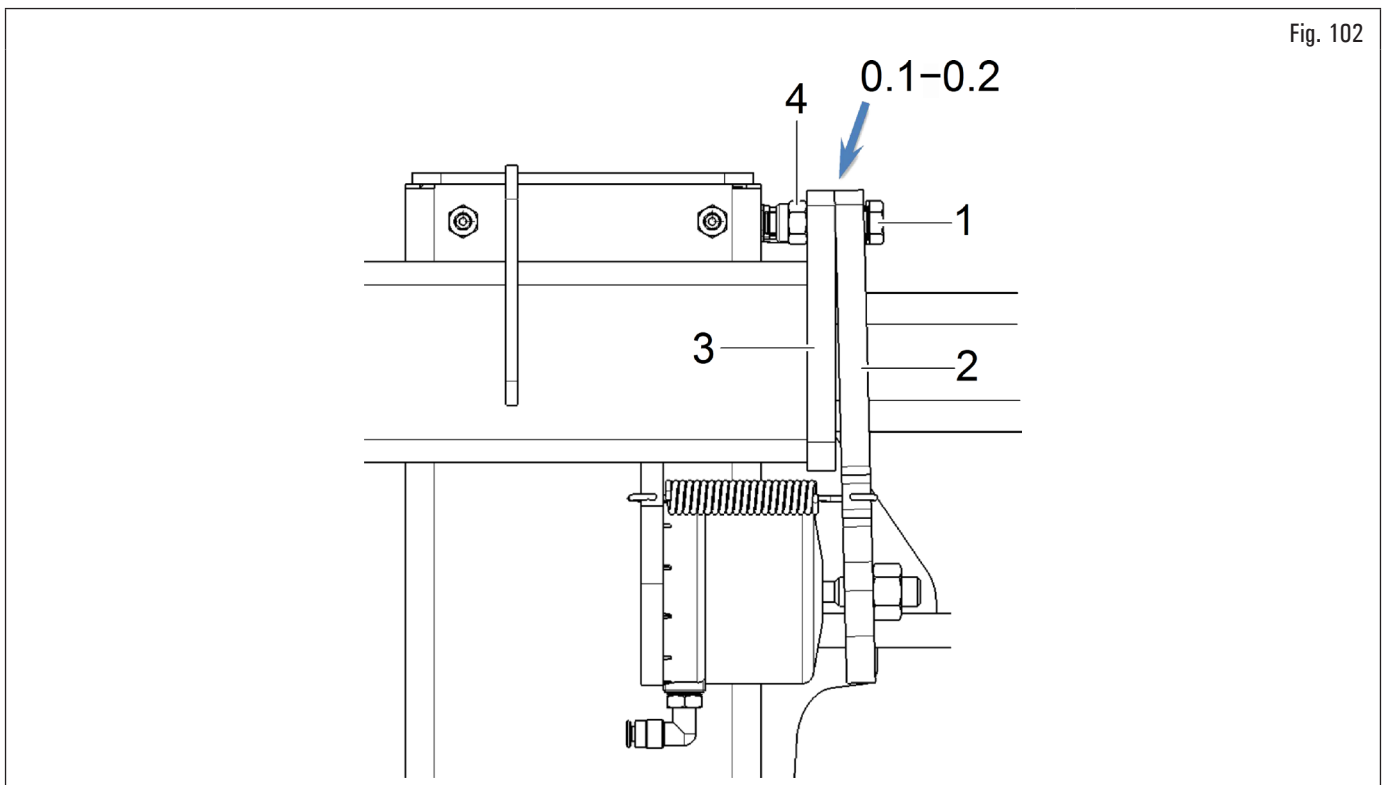

Fig. 102
5. complètement les vis d'appui (Fig. 102 réf. 1) mais sans les serrer, seulement en les approchant, en configurant un jeu de 0.1 - 0.2 mm (0.005" - 0.01") entre l'étranglement (Fig. 102 réf. 2) et la plaque de réglage (Fig. 102 réf. 3), en positionnant l'écrou (Fig. 102 réf. 4) en complet appui sur la plaque de réglage (Fig. 102 réf. 3) ;